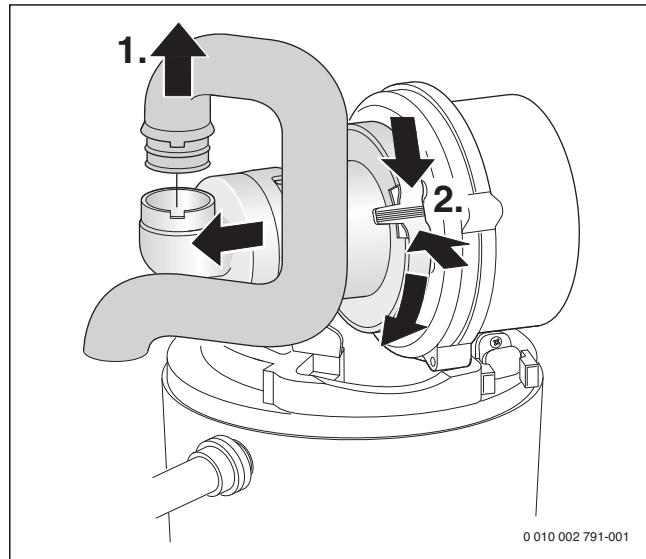

Fig. 55 Smontare il tubo di aspirazione e il dispositivo di miscelazione
- ▶ Smontare il dispositivo di miscelazione (→ fig. 55).